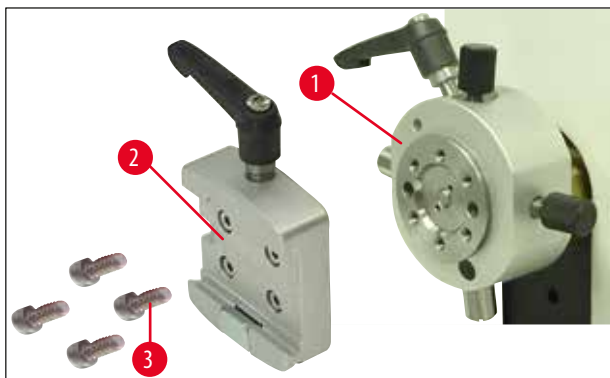

Fig. 9
2. Apoi scoateți recipientul în coadă de rândunică (→ Fig. 9-2) din dispozitivul de fixare a suportului pentru specimen (→ Fig. 9). Pentru a face acest lucru, slăbiți și deșurubați cele patru șuruburi (→ Fig. 9-3), folosind o cheie hexagonală cu mâner, nr. 3 (→ Fig. 10-1).